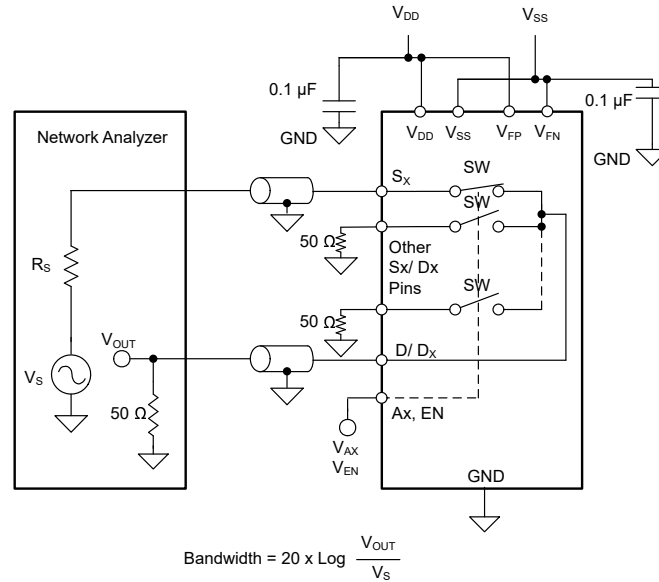

图 7-16. 带宽测量设置
带宽 (BW) 定义为当输入施加到开启通道的源极引脚 (S_x)，并且输出在 TMUX7348F-EP 的漏极引脚 (D 或 D_x) 处测量时衰减小于 3dB 的频率范围。图 7-16 展示了用于测量开关带宽的设置。